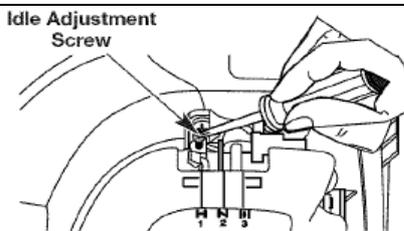

Рис. 29
При необходимости обороты двигателя на холостом ходу может быть отрегулированы. С помощью винта, расположенного между крышкой воздушного фильтра и корпусом стартера двигателя (Рис.29).
2. Отпустите рычаг регулятора газа, двигатель должен работать на холостом ходу. В том случае, если двигатель глохнет, вставьте маленькую отвертку Phillips между крышкой воздушного фильтра и корпусом двигателя (Рис. 29). Поворачивайте винт холостого хода по часовой стрелке на 1/8 оборота до тех пор, пока двигатель не будет стабильно работать на малых оборотах.